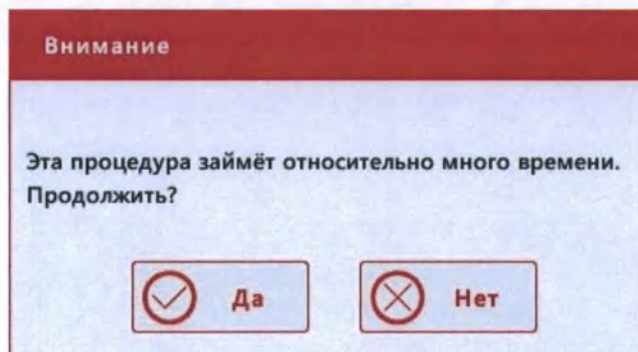

Рис.10.5-4 Предупреждение о длительности процедуры обслуживания
- 1) Нажмите кнопку **«Замачивание камер счёта»**, появится следующее диалоговое окно (Рис.10.5-4).